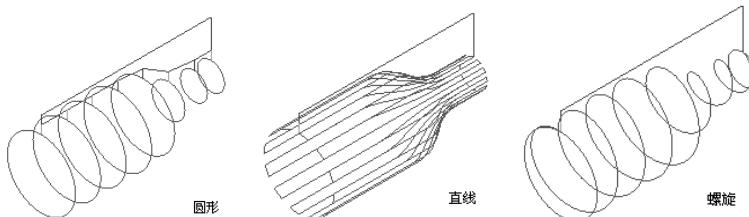

图 2-155 方法
(2) 模式 用于设置刀具路径的切削方式，包括以下选项：
**【方法】：**用于定义切削方法，包括“圆形”、“直线”和“螺旋”等，如图 2-155 所示。